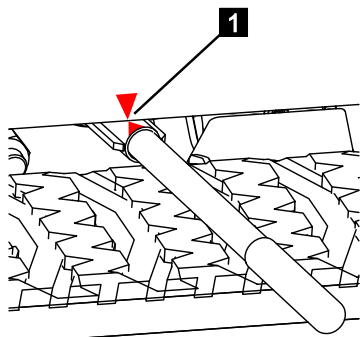

Abb. 103
9. Sicherstellen, dass die Verriegelung ordnungsgemäß eingerastet ist. Dazu muss sich der Handpumpenhebel soweit zurückgestellt haben, dass die beiden Pfeile (Abb.103/1) übereinanderstehen.
Optional kann ein Totmanntaster (Abb.103/1) im Arbeitskorb verbaut sein.